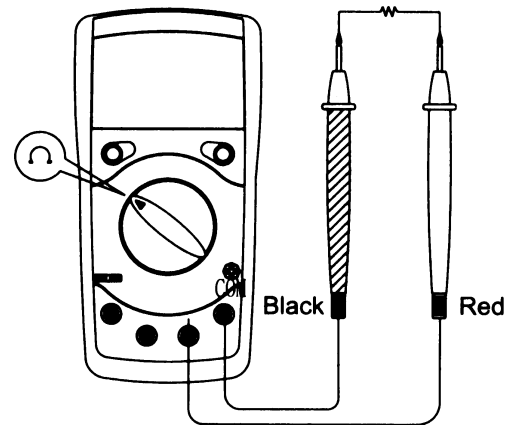

Рис.5
**E. Измерение сопротивления (рис.5)**